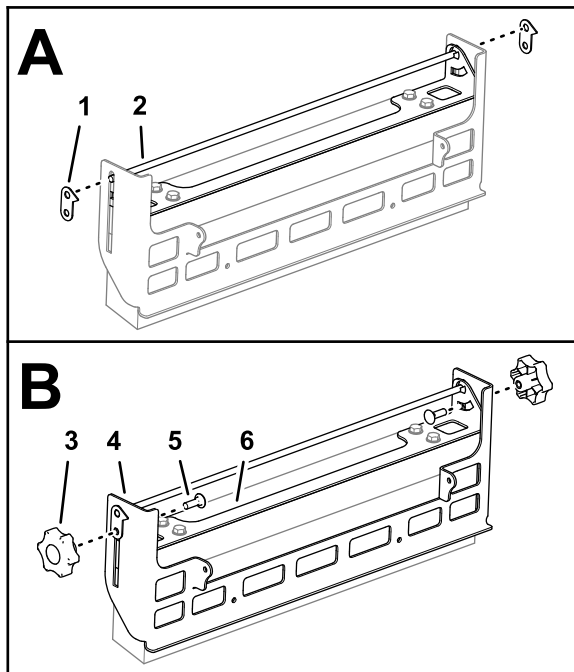

Figura 3
- Monte una placa de altura del cepillo sobre el extremo de la varilla del asidero del soporte de ajuste del cepillo, tal y como se muestra en la Figura 3.
- Monte un perno de cuello cuadrado a través de la abertura en el soporte de ajuste del cepillo, la ranura en el bastidor del cepillo y el taladro inferior en la placa de altura del cepillo (Figura 3).
- Enrosque un pomo en el perno de cuello cuadrado y apriete el pomo (Figura 3).